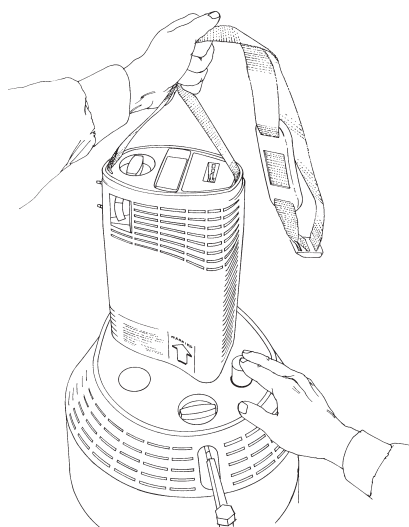

Figura 12
8. Desenganche la unidad Companion portátil de la unidad estacionaria sujetando la correa transportadora por encima de la unidad y pulsando el botón de desenganche (Figura 12). Siempre que desenganche la unidad Companion portátil, sujétela con una mano. Si no se desengancha fácilmente, es probable que se haya congelado.